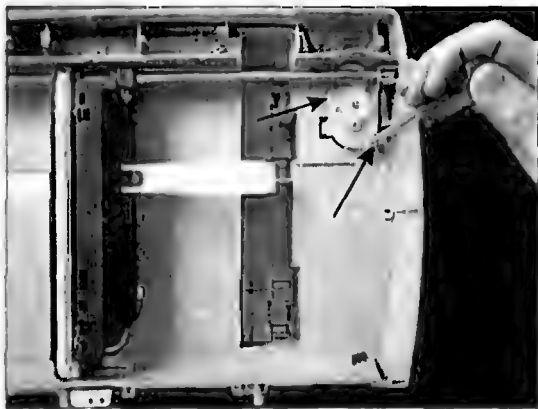

Рис. 9.17
- Снимают двигатель привода каретки сканирующей головки. Откручивают два винта крепления основания редуктора привода вместе с двигателем и направляющей (рис. 9.17). отсое-